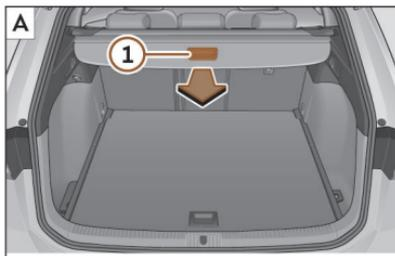

Abb. 175 Im Kofferraum: Abdeckung ausziehen und einrollen.
- Ziehen Sie gleichmäßig die Abdeckung am Handgriff >>> (Abb. 175) ① heraus, bis diese hörbar einrastet.
- Drücken Sie den Haltegriff der Gepäckraumabdeckung in Pfeilrichtung, bis diese entriegelt ist >>> (Abb. 175) B.